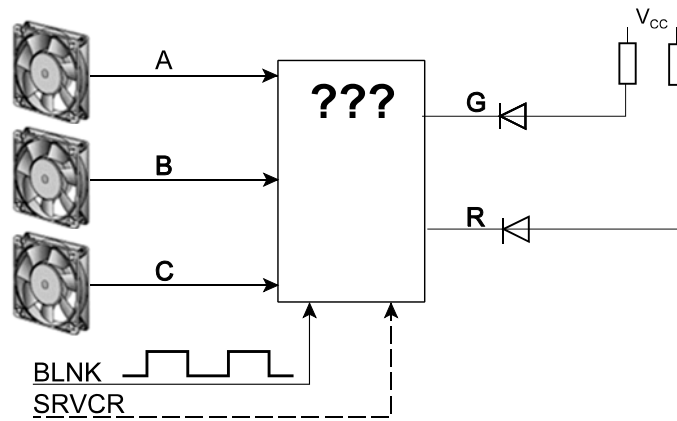

Abb. 2
- In einem Gehäuse sind drei Lüfter A, B, C angeordnet. Jeder Lüfter hat einen Sensor, der ein Low-Signal liefert, wenn der betreffende Lüfter arbeitet. Ist der Lüfter ausgefallen, liefert der Sensor ein High-Signal. Entwerfen Sie eine Überwachungsschaltung (Abb. 2), die zwei Kontroll-LEDs G, R folgendermaßen ansteuert:
- die grüne LED (G) soll leuchten, wenn alle drei Lüfter arbeiten,
- die rote LED (R) soll leuchten, wenn einer der Lüfter (gleich welcher) ausgefallen ist,
- die rote LED (R) soll blinken, wenn zwei oder alle drei Lüfter ausgefallen sind. Entsprechende Blinkimpulse sind verfügbar (Signal BLNK).